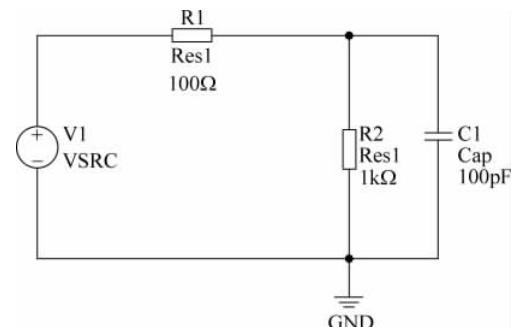

图 3-6 为电路中的所有元件分配唯一的标识符
(4) 单击 AD 主界面下的工具栏内的连线按钮，将这些元器件和直流源按照如图 3-6 所示的方式进行连接。
(5) 按照前面所介绍的为元件分配标识符的方法，为电路中的元件和直流源分配唯一的标号，图 3-6 给出分配完标识符后的原理图界面。
(6) 修改 V1、R1 和 C1 的参数设置。下面以修改 V1 的参数为例：
① 双击图 3-6 中的 V1 信号源图标。